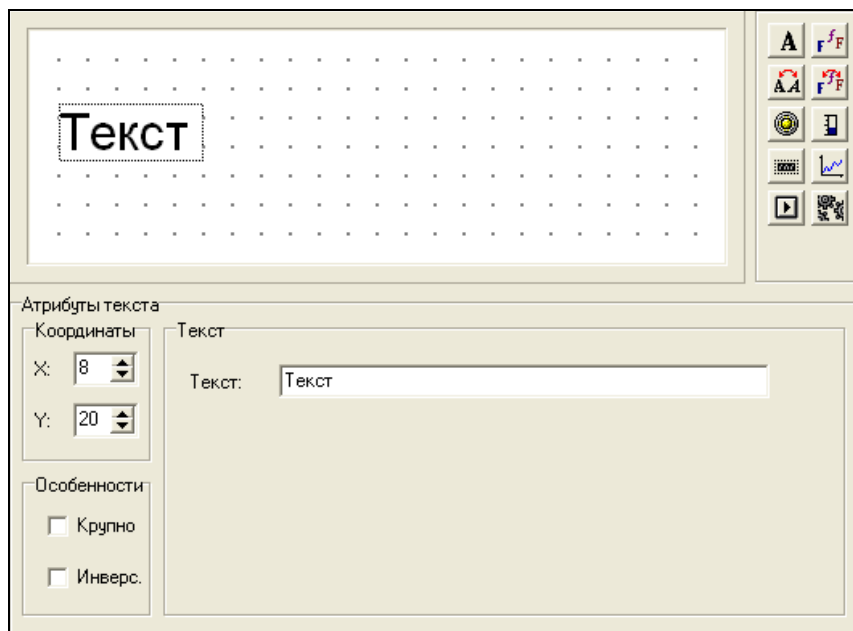

Рис. 4.4. Область отображения текста
1. Нажать кнопку «Текст» (). В окне редактирования режима отобразится прямоугольная область текста. Одновременно этот текст отображается в поле ввода «Текст», расположенном под окном редактирования (см. рис. 4.4). В этом окне текст можно отредактировать, используя символы (как кириллицы, так и латинского алфавита) и цифры.